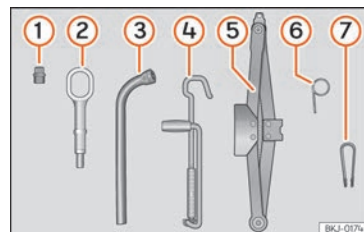

Abb. 69 Im Gepäckraum unter dem Gepäckraumboden: Bordwerkzeug.
- Haken Sie den Drahthaken (Bordwerkzeuge » » » **Abb. 69** ⑥) in eine der Ausnehmungen der Radvollblende ein.